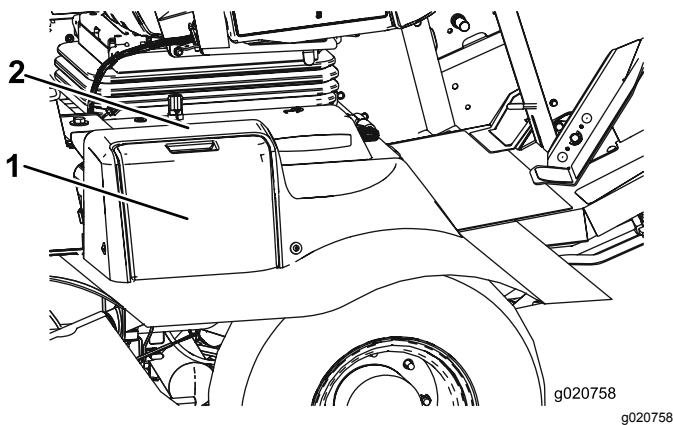

Figura 81
1. Abra a cobertura da bateria (Figura 81). no lado do resguardo.
**Nota:** Pressione a superfície plana por cima da cobertura da bateria para facilitar a remoção da cobertura (Figura 81).